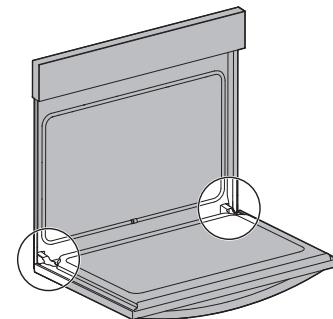

Figure 13: Emplacement de la charnière de la porte
1. Ouvrez complètement la porte du four, parallèlement au sol (Figure 13).
3. Ouvrez complètement la porte du four (parallèlement au sol (Figure 13).
4. Poussez les verrous des charnières de droite et de gauche vers le haut et dans le cadre du four jusqu'à ce qu'ils soient en position verrouillée (Figure 13).